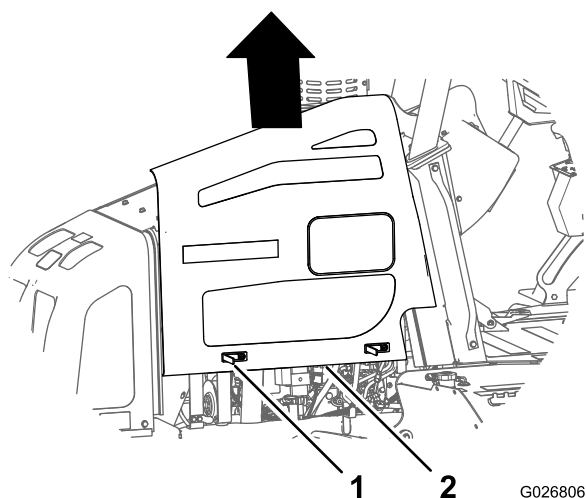

Figura 61
4. Sollevate il pannello verso l'alto ed estraetelo dalla macchina (Figura 61).